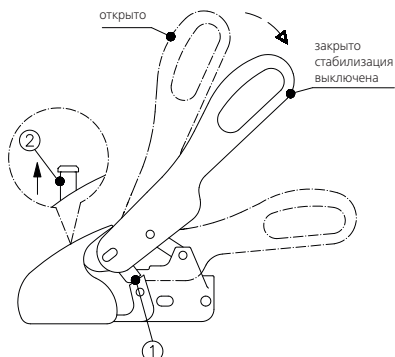

Рисунок 4: отсоединение
Для выравнивания прицепа воспользуйтесь, пожалуйста, установленными на прицепе поручнями вместо рычага управления WS 3000/WS 3500. Открытое ТСУ насаживается на сцепной шар автомобиля-тягача. (Рис. 4). За счет нагрузки на сцепной шар и возможной дополнительной нагрузки на дышло ТСУ автоматически запирается и боковые стопорные серьги (1) стоят параллельно к стопорной поверхности на корпусе. (Рис. 4). Если сцепной шар находится в картере сцепления, виден зеленый штифт контрольной индикации (2). (Рисунок 4).
Если прицеп не эксплуатируется длительное время, его следует поставить на стоянку с закрытым TCU. Для этого поднять открытый рычаг управления (Рис. 4), одновременно потянуть вперед упор шара (подвижный элемент - Рис. 9) или вдавить в полость шара **SAFETY BALL** и медленно закрыть рычаг управления.